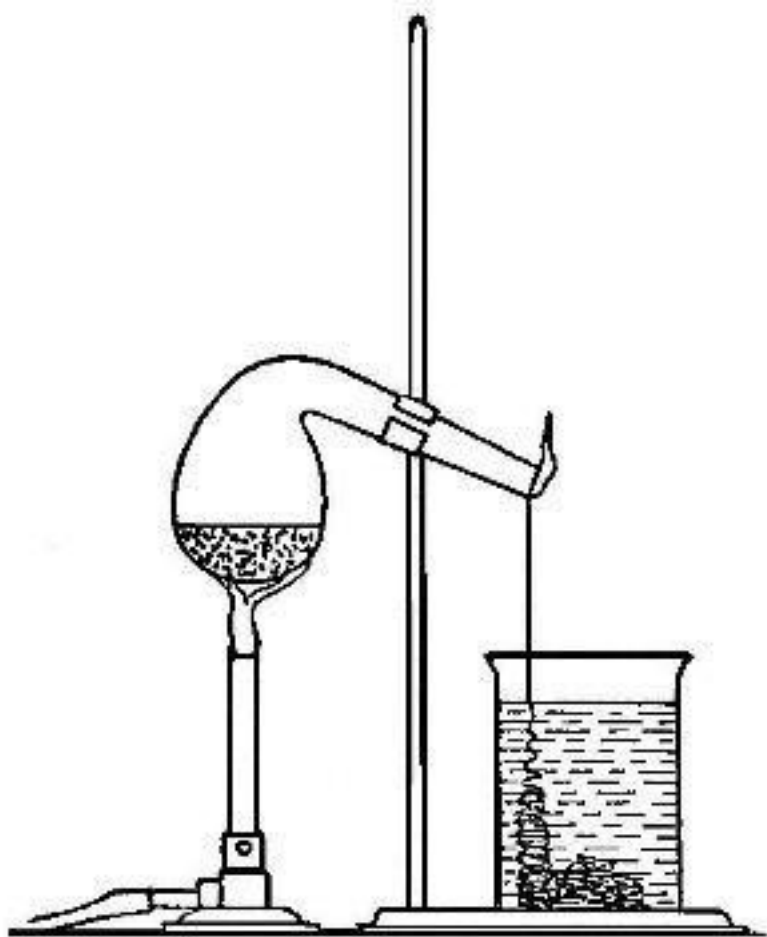

Рис. 40
2. *Пластиковая сера.* Когда кипящую серу высыпают в холодную воду, она приобретает клейкую, тестообразную форму, которая довольно эластична. Это можно увидеть очень наглядно, перегнав серу из маленькой реторты с коротким горлышком, такой как представлена на рис. 40, и позволив жидкости стекать непосредственно в воду. Через несколько дней она становится довольно хрупкой и превращается в обычную ромбическую серу.